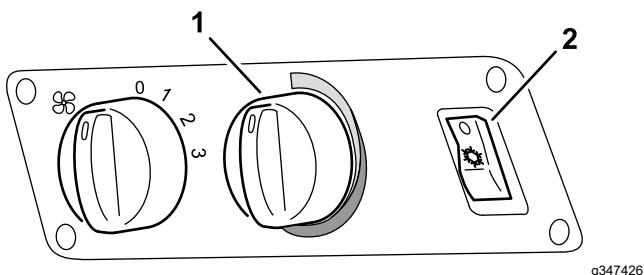

Figure 32
2. Vérifiez que le frein de stationnement est serré, démarrez le moteur, tournez la commande de température à la position froide et placez l'interrupteur de climatisation sur MARCHE (Figure 32).
- 6. Placez l'interrupteur de climatisation (Figure 32) en position ARRÊT et coupez le moteur.